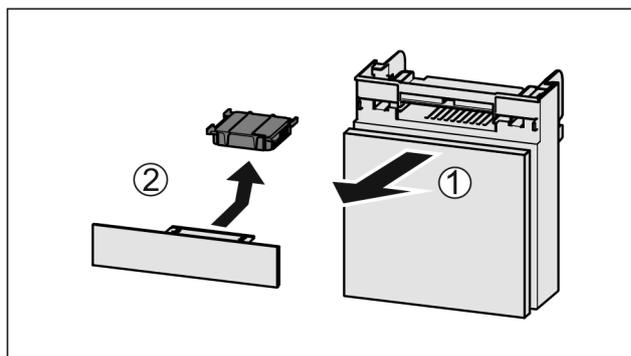

Fig. 67
- ▶ Fach nach vorne herausziehen Fig. 67 (1).
- ▶ Aktivkohlefilter entnehmen Fig. 67 (2).